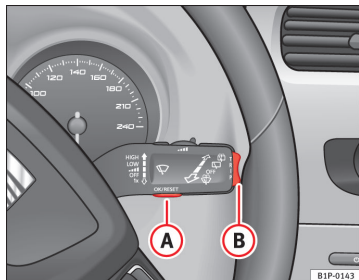
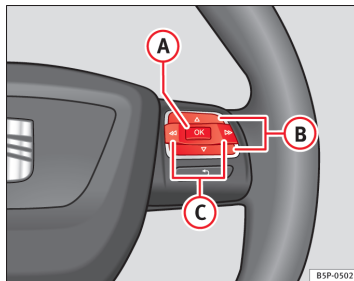

Fig. 43 Betjeningsarm til viskerne: knappen A til valg af menu-punkterne og vippeknappen B til skift mellem menuerne
Fig. 44 Betjenings-elementer på rattet: knappen A til valg af menu-punkterne og knapperne B til skift mellem menuerne
- Tryk på knappen **(C)** ⇒ Fig. 44 for at åbne menuen **Einstellungen** (indstillinger), indtil menuen vises i displayet. Derefter er menuen åbnet.
- For at skifte mellem hukommelserne skal du, mens tændingen er tilsluttet, trykke et kort øjeblik på knappen **A** ⇒ Fig. 43 ⇒ Side 66 på betjeningsarmen til viskerne eller på knappen **OK** på multifunktionsrattet ⇒ Fig. 44 ⇒ Side 66.
I kørecomputeren kan du vælge mellem følgende visninger ved at trykke på vippeknappen **B** ⇒ Fig. 43 ⇒ Side 66 på betjeningsarmen til viskerne eller ved at trykke på knappen **Δ** eller knappen **▽** ⇒ Fig. 44 på multifunktionsrattet*.